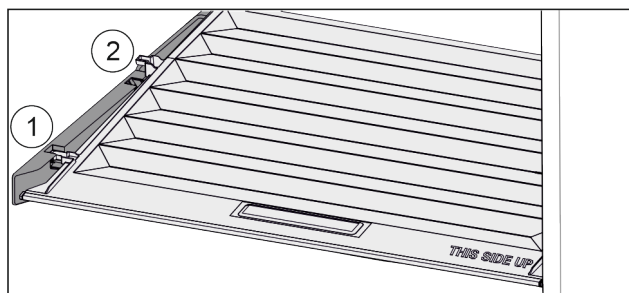

Fig. 150
- ▶ Træk dækslet fremad til åbning i holdedelen Fig. 150 (1).
- ▶ Løft nedefra og bevæg det opad og ud Fig. 150 (2).